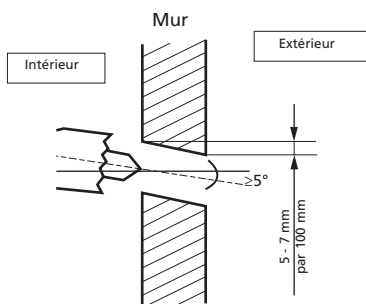

Fig. 10
- Déterminer la position des trous en fonction du diagramme illustré à la Fig. 9. Percer un trou (≥ 85 mm pour modèles TSCS5xx et ≥ 65 mm pour modèles TS5xx) en inclinant légèrement vers le bas (côté extérieur) afin d'éviter la pénétration d'eau vers l'intérieur (fig. 10).